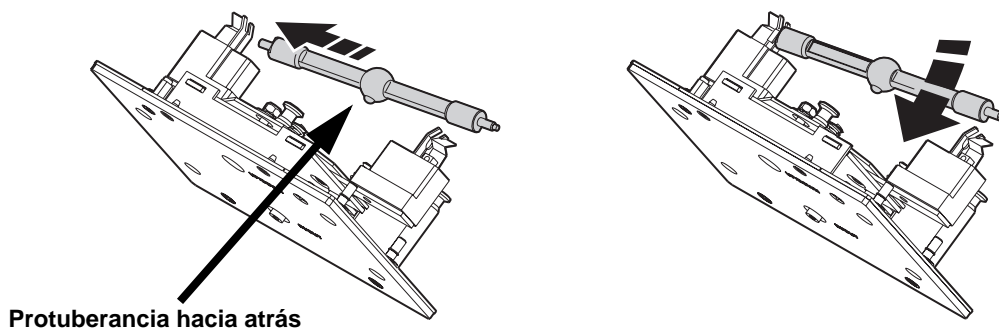

Figura 4: Inserción de la lámpara
- Con la protuberancia del bulbo de la lámpara mirando hacia la placa tal y como muestra la Figura 4, insertar el contacto izquierdo en el portalámparas. Empujar el muelle del lado derecho hasta situar el contacto en su lugar.